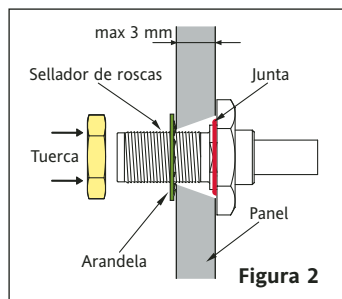

Figura 2
- Aplicar la junta al extremo del cable que se ha de fijar al panel (véase la Figura 2)
- Colocar la arandela en el extremo del cable introducido en el orificio (véase la Figura 2)
- Aplicar una pequeña cantidad de sellador de roscas en el conector como se indica en la Figura 2.